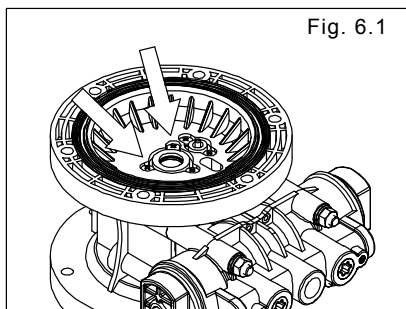

Fig. 6.1
- Retire los 8 pernos retenedores de la cámara de aire y quite la cámara de aire y la junta. [Fig. 6.1]